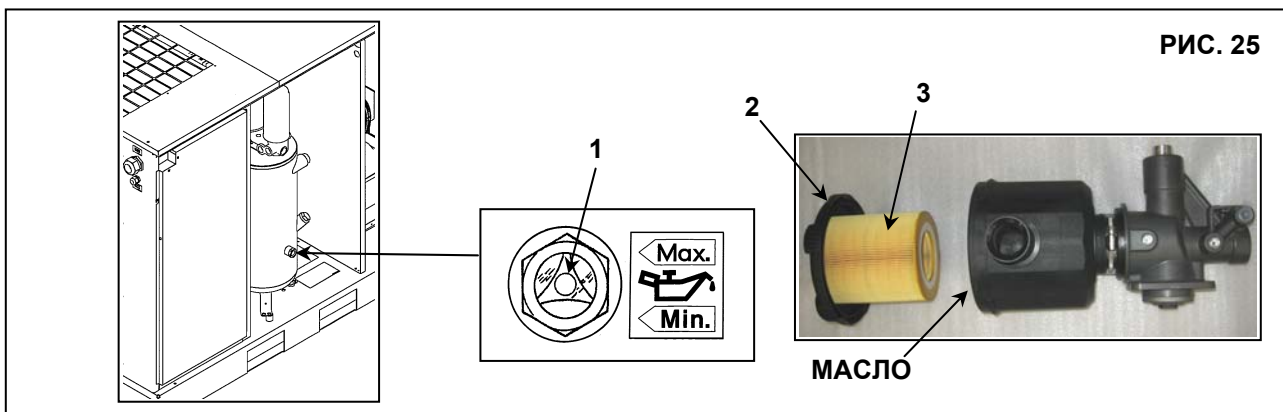

РИС. 25
Проверьте уровень масла (поз. 1, Рис. 25). При поставке установку заправляют маслом; если же уровень масла недостаточен, добавьте масло того же типа. Если между приемкой на заводе-изготовителе и датой установки прошло более 3 месяцев, смажьте винтовой узел перед запуском, выполнив следующие действия:
- Снимите кожух (поз. 2, Рис. 25)
- Снимите воздушный фильтр (поз. 3, Рис. 25)
- Вновь установите воздушный фильтр (поз. 3, Рис. 25)
- Вновь установите кожух (поз. 2, Рис. 25)